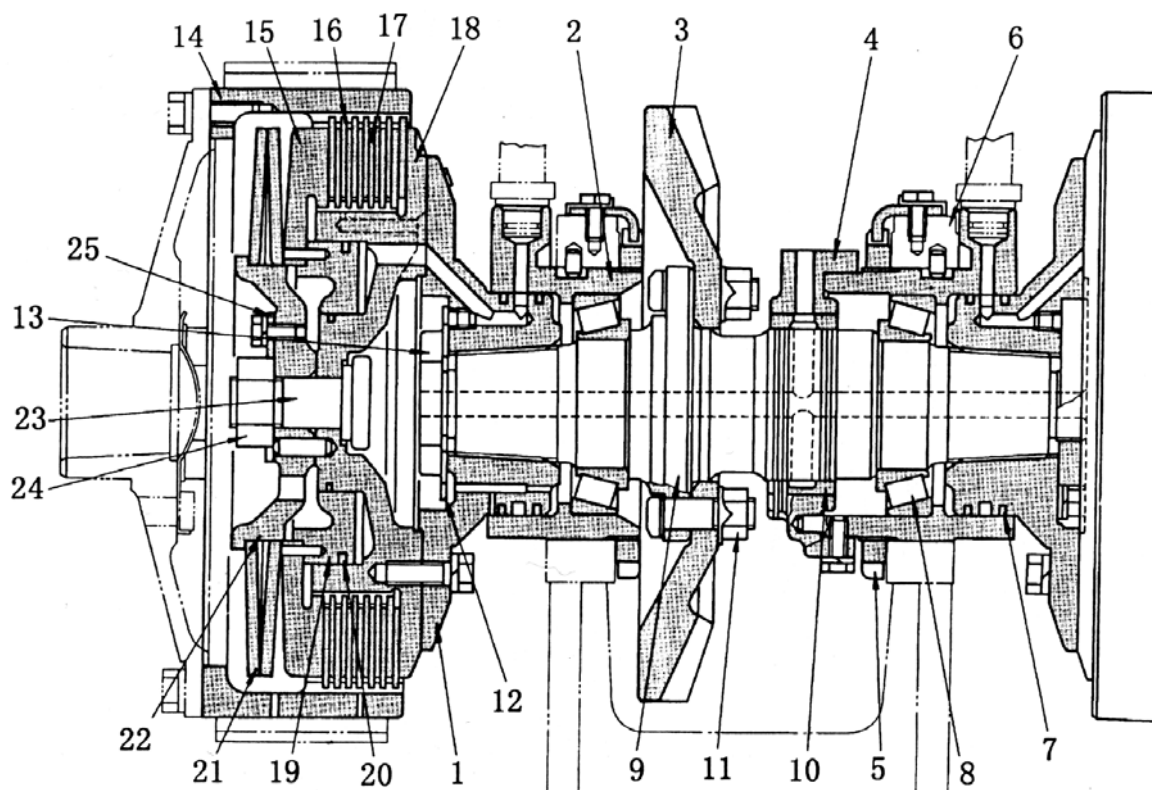

Рис. 5-26.
5.5 Главная передача (Рис. 5-26)